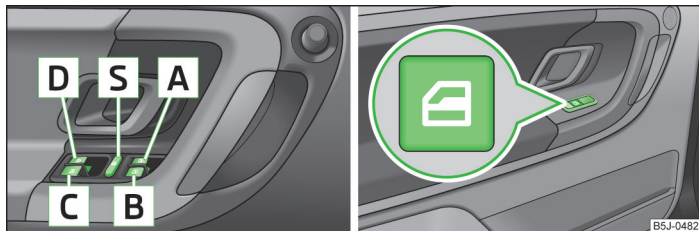

Fig. 20 Touches dans la porte du conducteur/dans les portes AR
- Si des enfants sont assis sur les sièges arrière, il est recommandé de neutraliser les lève-vitres électriques des portières arrière (touche de sécurité **S**) » fig. 20 à la page 40.
## Touches des lève-vitres » fig. 20.
Vous pouvez mettre les touches des lève-vitres des portes arrière hors fonction en appuyant sur la touche de sécurité **S** » fig. 20. Vous pouvez remettre les touches des lèves-vitre des portières arrière en fonction en appuyant de nouveau sur la touche de sécurité **S**.
- Maintenez la touche  dans la position d'ouverture » fig. 20 à la page 40.
- Maintenir la touche  dans la position de fermeture » fig. 20 à la page 40.